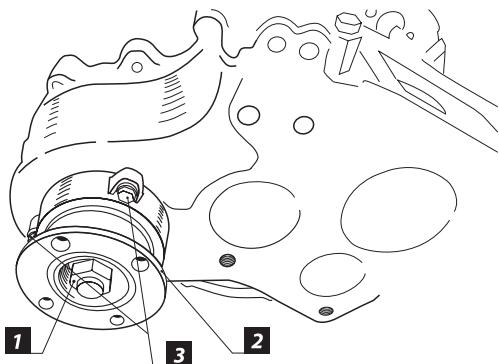

Рис. 2
4. Раскерните и открутите гайку крепления фланца переднего моста [1] (Рис. 2), снимите фланец привода переднего моста [2] и, открутив 3 болта M8, снимите крышку вала привода переднего моста.